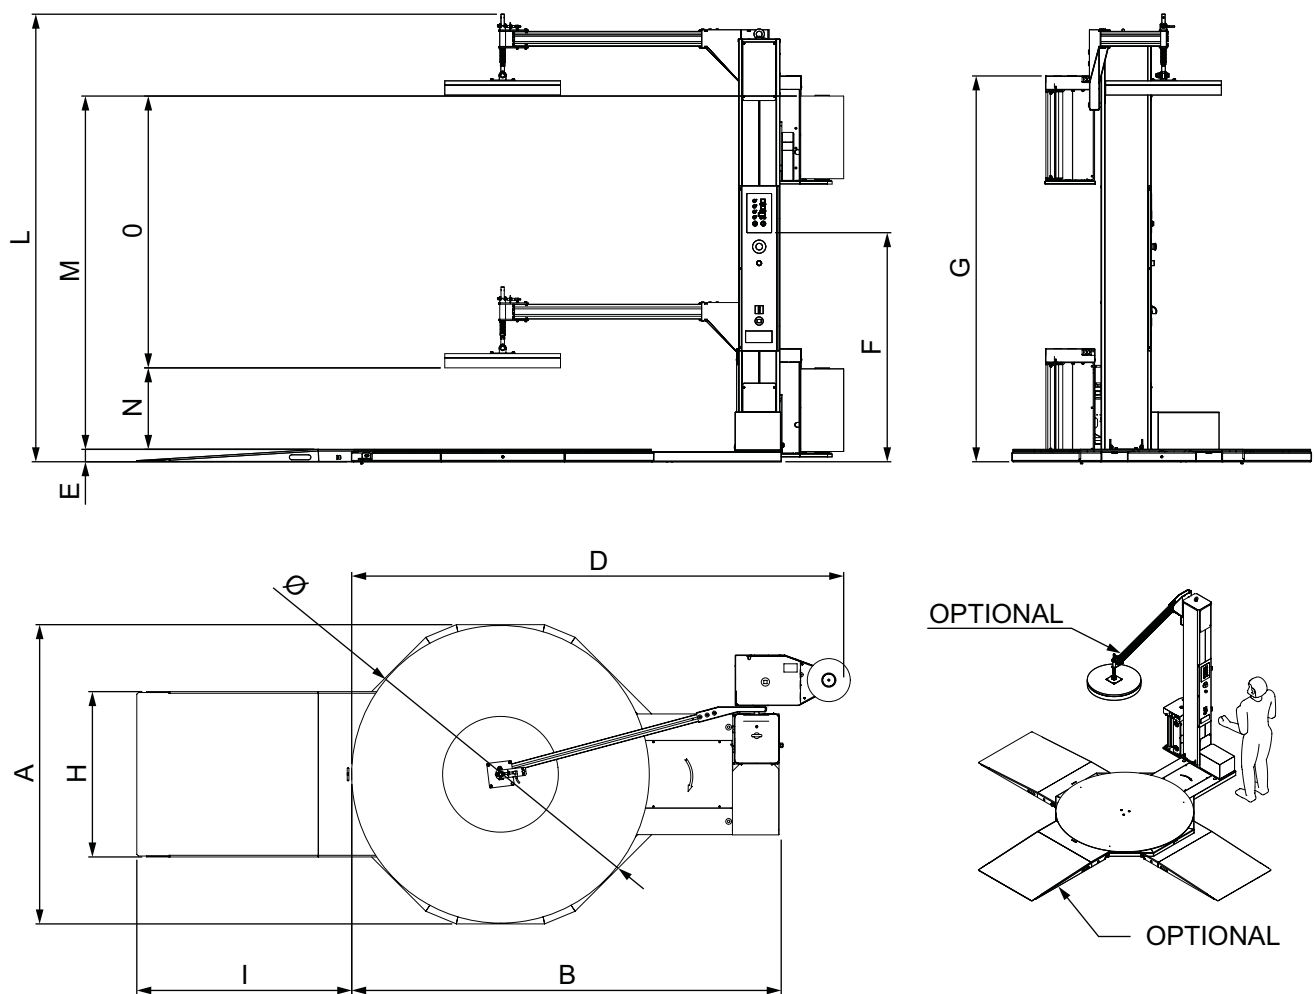

Figura 36
- Dimensiones totales	Véase Figura 36 - pág. 59